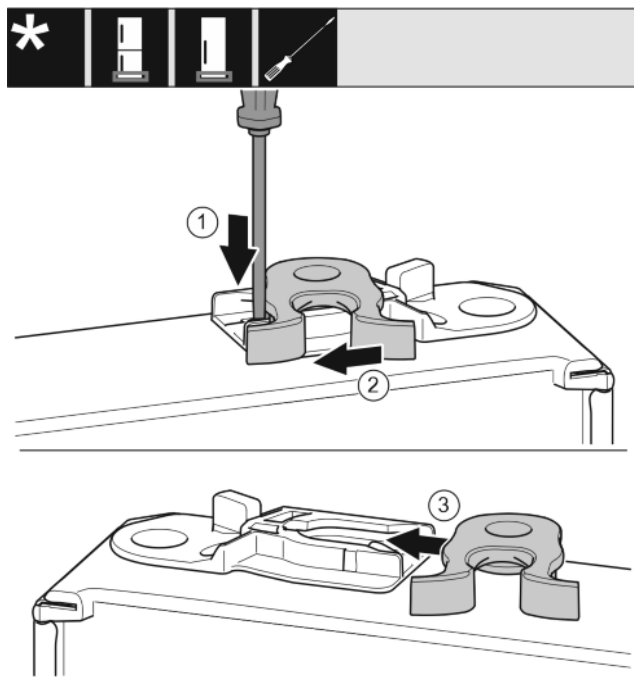

Fig. 16
- ▶ Nakładkę wcisnąć w dół przy pomocy śrubokręta. Fig. 16 (1)
- ▶ Hak zamykający wyjąć z prowadnicy. Fig. 16 (2)
- ▶ Hak zamykający wsunąć w prowadnicę znajdującą się z drugiej strony. Fig. 16 (3)